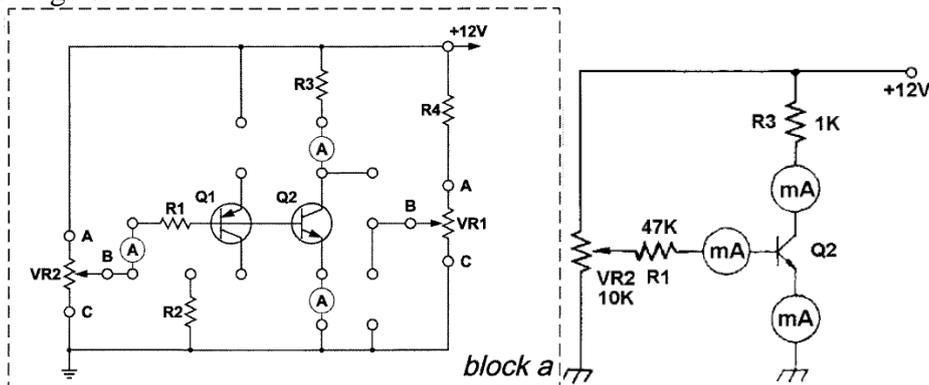

Fig.1 : Montage pour le traçage de la caractéristique de transfert.
- Insérez le clip de raccordement selon la Fig.1 (Module : 23002-block a)